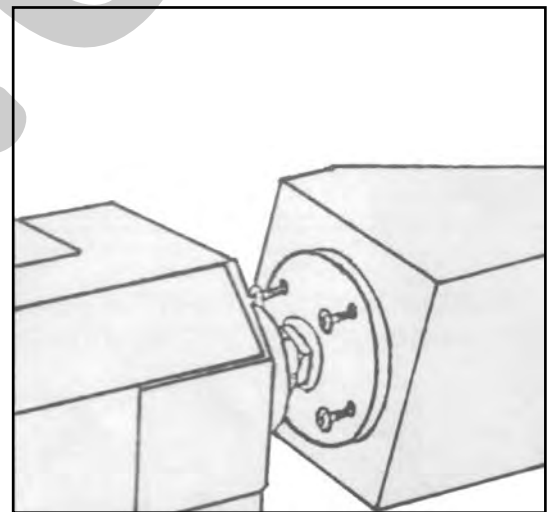

Figura 24 – Configurazione con piattello.
3. Montare il pezzo da lavorare sul piattello porta-pezzo utilizzando 4 viti da legno in ottone con testa piatta (Figura 24).